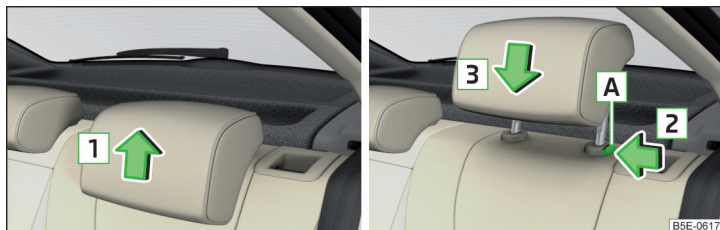

Fig. 70 Reglarea pe înălțime a tetierei spate
- Prindeți tetiera și deplasați-o **în sus** în sensul săgeții **1** » fig. 70.